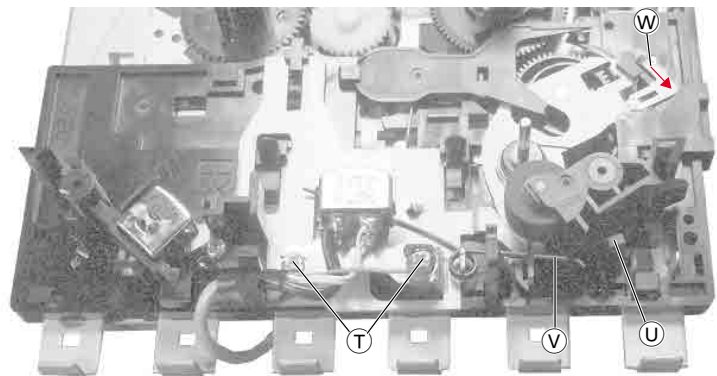

Fig. 10
- 2 Schrauben **T** (Fig. 10) herausdrehen und A/W-Kopf abnehmen.
- Rastnase **U** (Fig. 10) ausrasten.
Montagehinweis: Feder **V** wieder einhängen und Hebel **W** in Pfeilrichtung schieben (Fig. 10).
- Undo 2 screws **T** (Fig. 10) and remove the R/P Head.
- Disengage catch **U** (Fig. 10).
Reassembly: When reassembling re-attach the spring **V** (Fig. 10) and push the lever **W** in the direction of the arrow (Fig. 10).